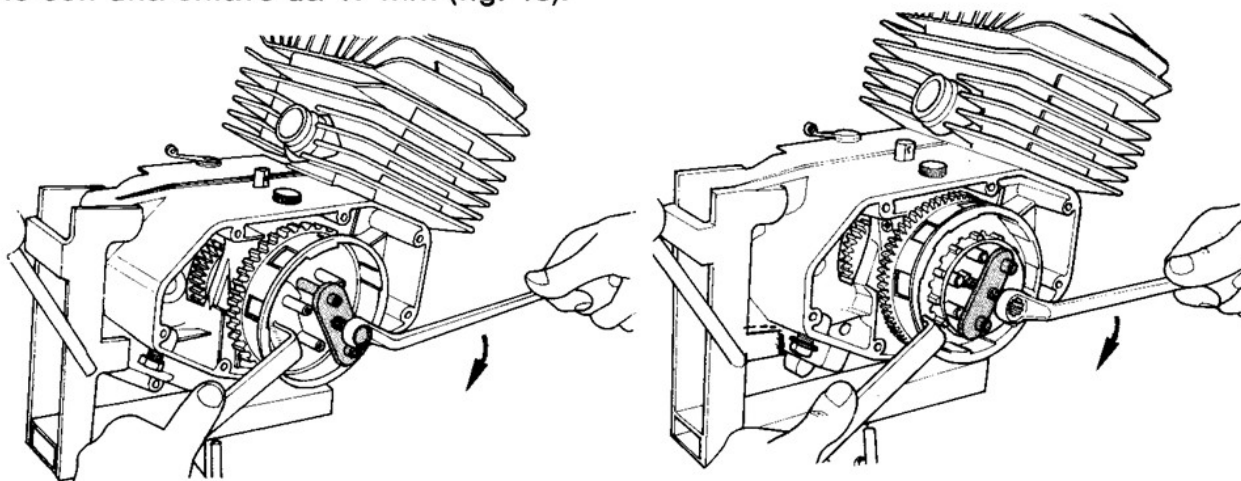

FIG. 18
- 15) RIMUOVERE il disco portacolonnnette (o il tamburino frizione) utilizzando l'estrattore (cod. 05.0007.0) e la solita chiave di fermo e agendo sulla vite centrale con una chiave da 17 mm (fig. 18).